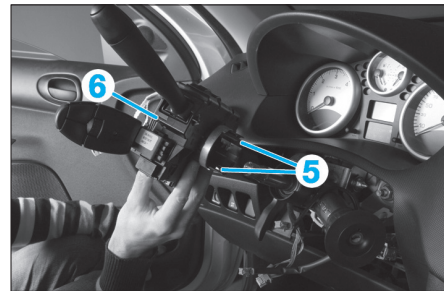

Fig. 5
- Déclipper les pattes de verrouillage (5) du contacteur spiralé (6) à l'aide de l'outil [1] (Fig.5).
- Déposer le contacteur tournant (6) (suivant flèches).